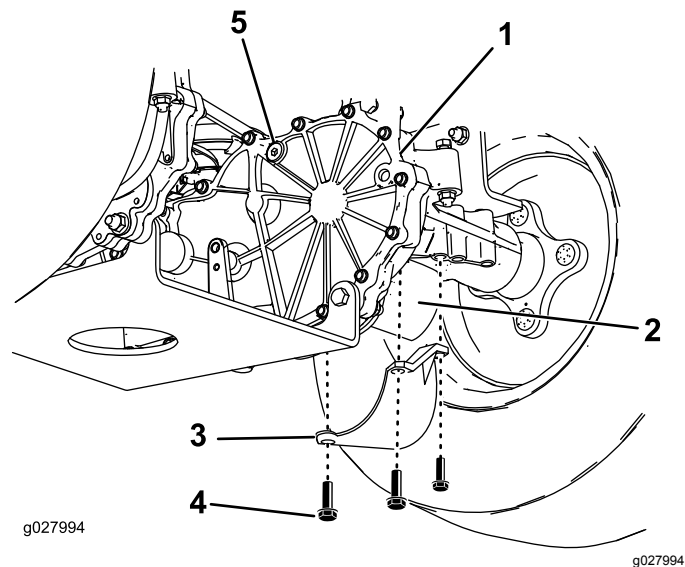

Figure 45
3. Localisez le filtre et ses protections sur chaque transmission à boîte-pont (Figure 45). Retirez les 3 vis qui fixent la protection du filtre et déposez la protection.